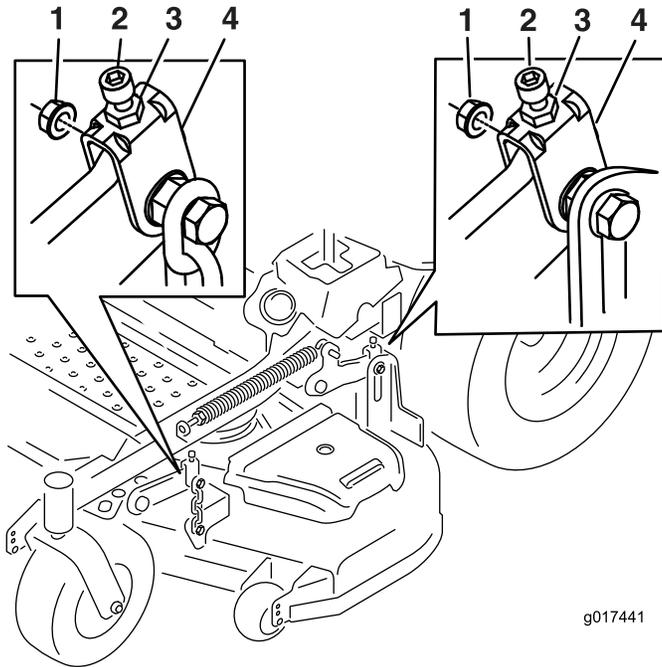

Figura 73
10. Si es necesario, afloje la tuerca "whizlock" del lateral de la horquilla y la contratuerca de la parte superior. Gire el tornillo de ajuste hasta obtener una altura de 7,6 mm (ver Figura 73).
16. Gire el tornillo de ajuste hasta obtener una altura de 8,3 mm (Figura 73).